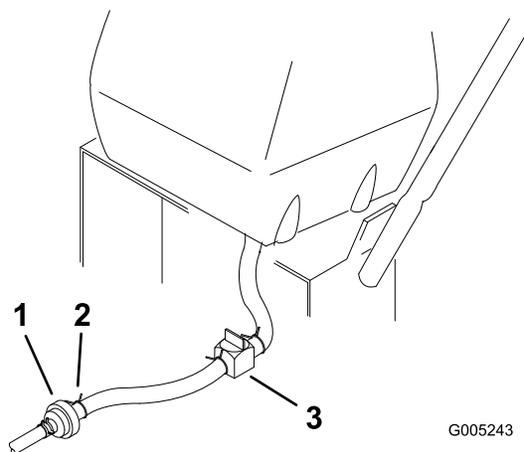

Figura 30
3. Cierre la válvula de cierre de combustible del depósito de combustible (Figura 30).
4. Apriete los extremos de la abrazadera y deslícela por el tubo alejándola del filtro (Figura 30).
5. Retire el tubo de combustible del filtro (Figura 30).
7. Abra la válvula de cierre de combustible del depósito de combustible (Figura 30).